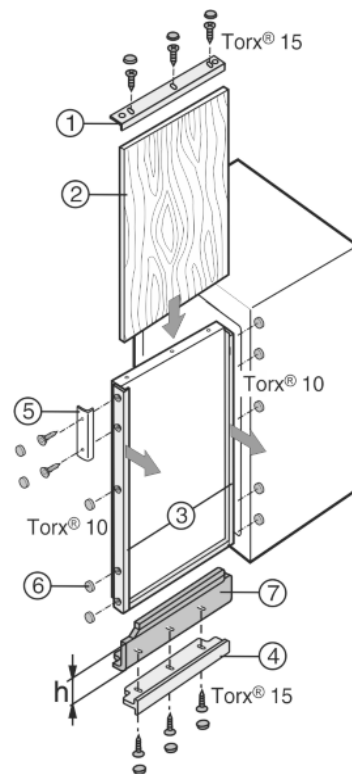

Fig. 40
Wanneer er al een decorplaat aanwezig is, maar de hoogte hiervan te klein is, kan deze met opvulstroken Fig. 40 (7) van verschillende hoogtes worden aangepast.
- ▶ Schroef de decorlijsten Fig. 40 (1, 4) er aan boven- en onderzijde af.
- ▶ Bij alle andere decorlijsten Fig. 40 (3) de schroeven alleen losmaken en de decorlijsten naar voren schuiven.
- ▶ Decorplaat Fig. 40 (2) erin schuiven.
- ▶ Plaats de opvulstroken Fig. 40 (7) aan de onder- of bovenzijde.
- ▶ Zet de decorlijsten Fig. 40 (1, 4) daaroverheen en schroef ze vast.
- ▶ Schuif de decorlijsten Fig. 40 (3) terug en schroef ze vast.
- ▶ Schroef de handgreep Fig. 40 (5) erop.
- ▶ Op alle schroefkoppen de afdekcapen Fig. 40 (6) vastklikken.